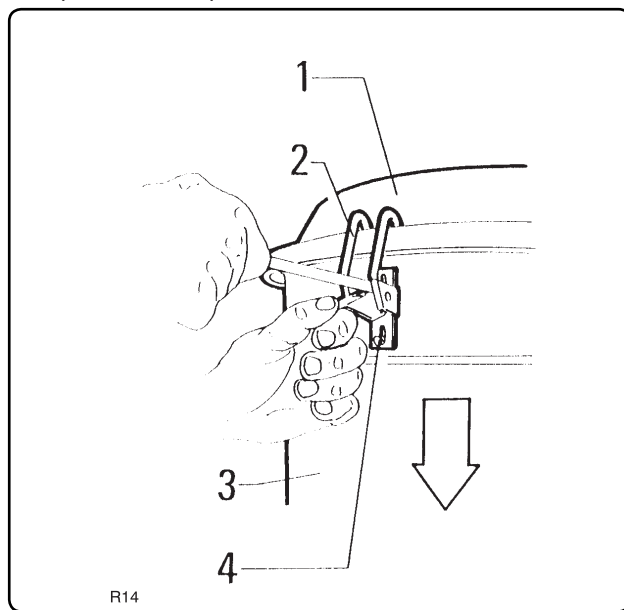

Рис. 7.5.2
7.5.2 - Проверка уплотнения крышки (рис. 7.5.2)